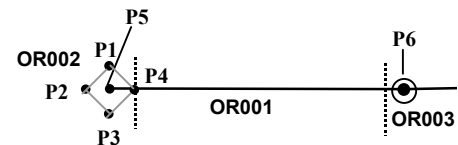

Figura 11
1. se il tronco di fattispecie è delimitato da opere, occorre tracciare la perpendicolare all’asse della fattispecie stessa, nel punto in cui la geometria dell’opera interseca l’asse della fattispecie (Figura 11).